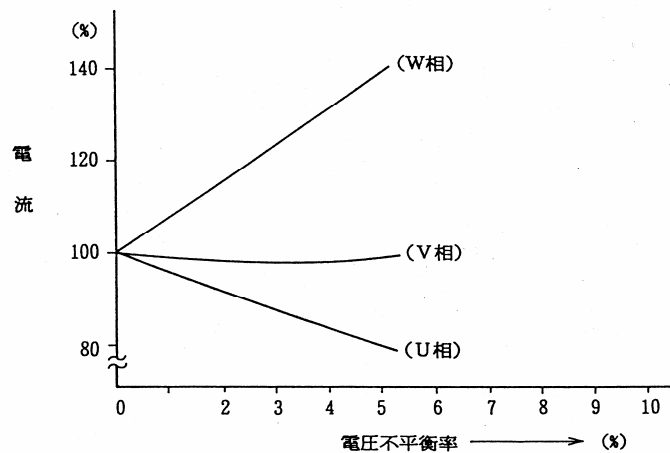

図11 電圧不平衡による各相電流の例
(2) 電源電圧不平衡の影響
- (a) 電動機に不平衡電圧が印加された場合の、各相電流の一例を図11に示します。不平衡電圧下では、入力が増大し、出力・トルクおよび効率が低下します。
また、図11から明らかなように、不平衡電流の多く流れる相は、極度に過熱される危険があり、その巻線寿命を著しく短縮させると共に、損失増加に伴う電力費の増大を招きます。さらに電圧不平衡率が大きい場合には、振動・騒音が増加する事もあるので注意する必要があります。